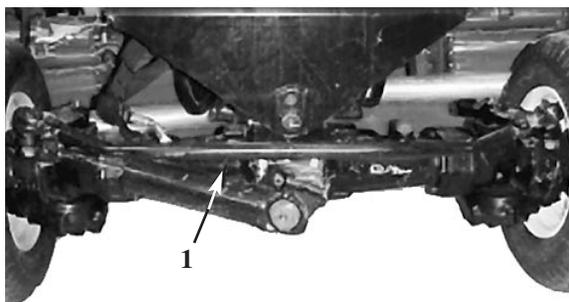

Figure 53
4. Tourner le boulon à œil dans le sens des aiguilles d'une montre jusqu'à ce que la distance entre l'intérieur de l'œillet du boulon et l'intérieur de la plaque d'ancrage du ressort soit raccourcie de 3 mm (voir Fig. 53). Serrer l'écrou.
Réglage du pincement des roues arrière (Fig. 53)